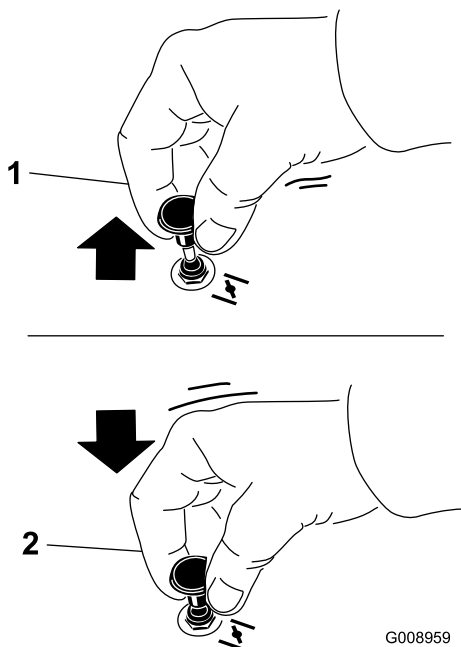

Figure 16
1. Tirez sur la commande de démarrage à froid pour engager le volet de départ avant d'utiliser le commutateur d'allumage (Figure 16).
2. Poussez sur le bouton pour désengager le volet de départ une fois que le moteur a démarré (Figure 16).